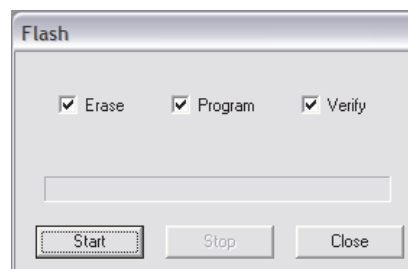

图 13. 闪存窗口
8. 选择 Device→Flash 来编辑闪存。如图 13 所示，将打开一个独立菜单。可为闪存过程选择所有选项或者只选择特定选项。